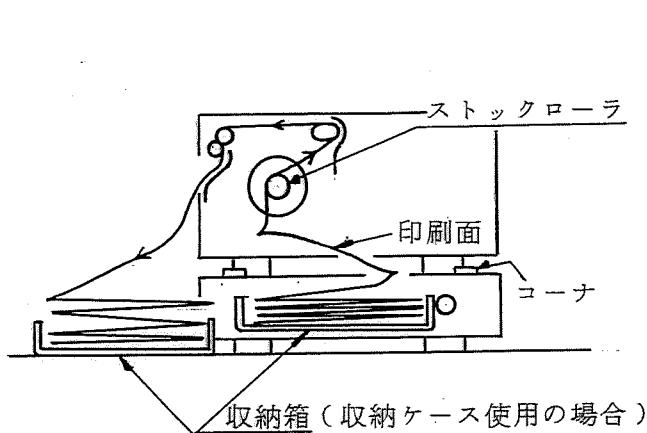
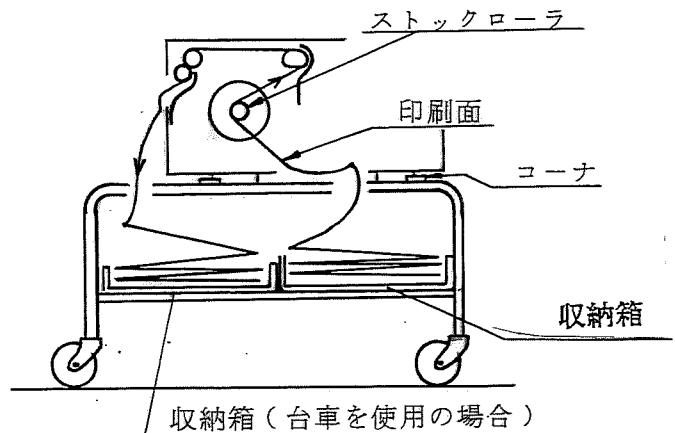

図 2-4
図 2-5
- 3) 折畳み紙のストックには収納箱（付属品）を用います。図 2-4、図 2-5の様に後側に当てて下さい。